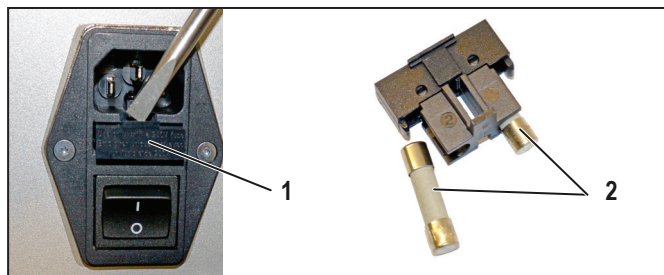

Figura 8.3 Fusibili
- Estrarre il vano fusibili (Figura 8.3, 1) dall'unità filtro di linea con un cacciavite a taglio.
- Sostituire i due fusibili (Figura 8.3, 2) con dei nuovi (2 x T2AH250V).